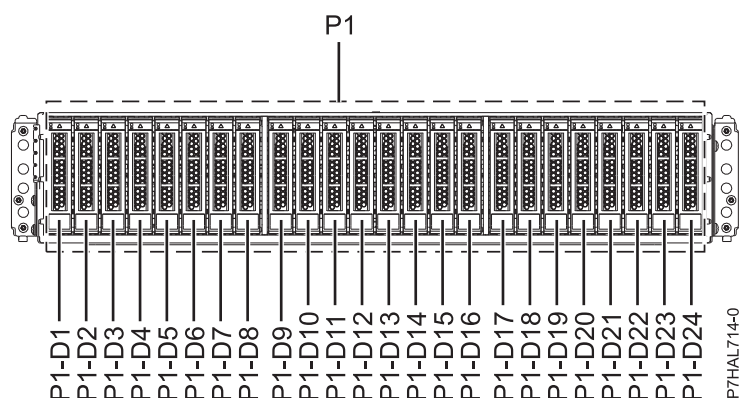
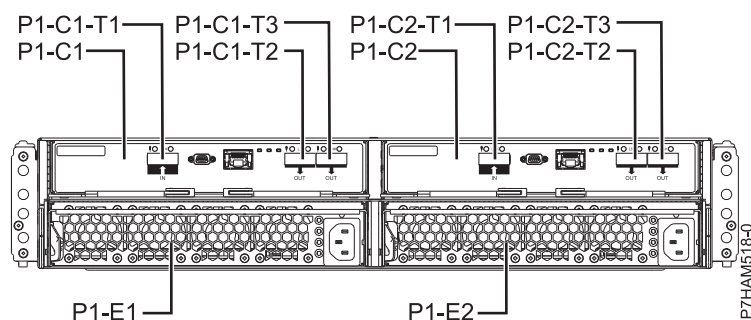

Figura 38. Vista anterior do 5887 suporte de unidades de disco mostrando a localização das unidades de disco
Figura 39. Vista posterior da 5887 suporte de unidades de disco
3. Identifique o componente e o suporte aos quais pretende prestar assistência. As ranhuras de unidades de disco e unidades de disco de segunda geração estão localizadas na parte anterior do suporte. A Figura 38 e a Figura 39 apresentam a vista anterior e vista posterior do suporte e as localizações de unidades de disco no suporte.